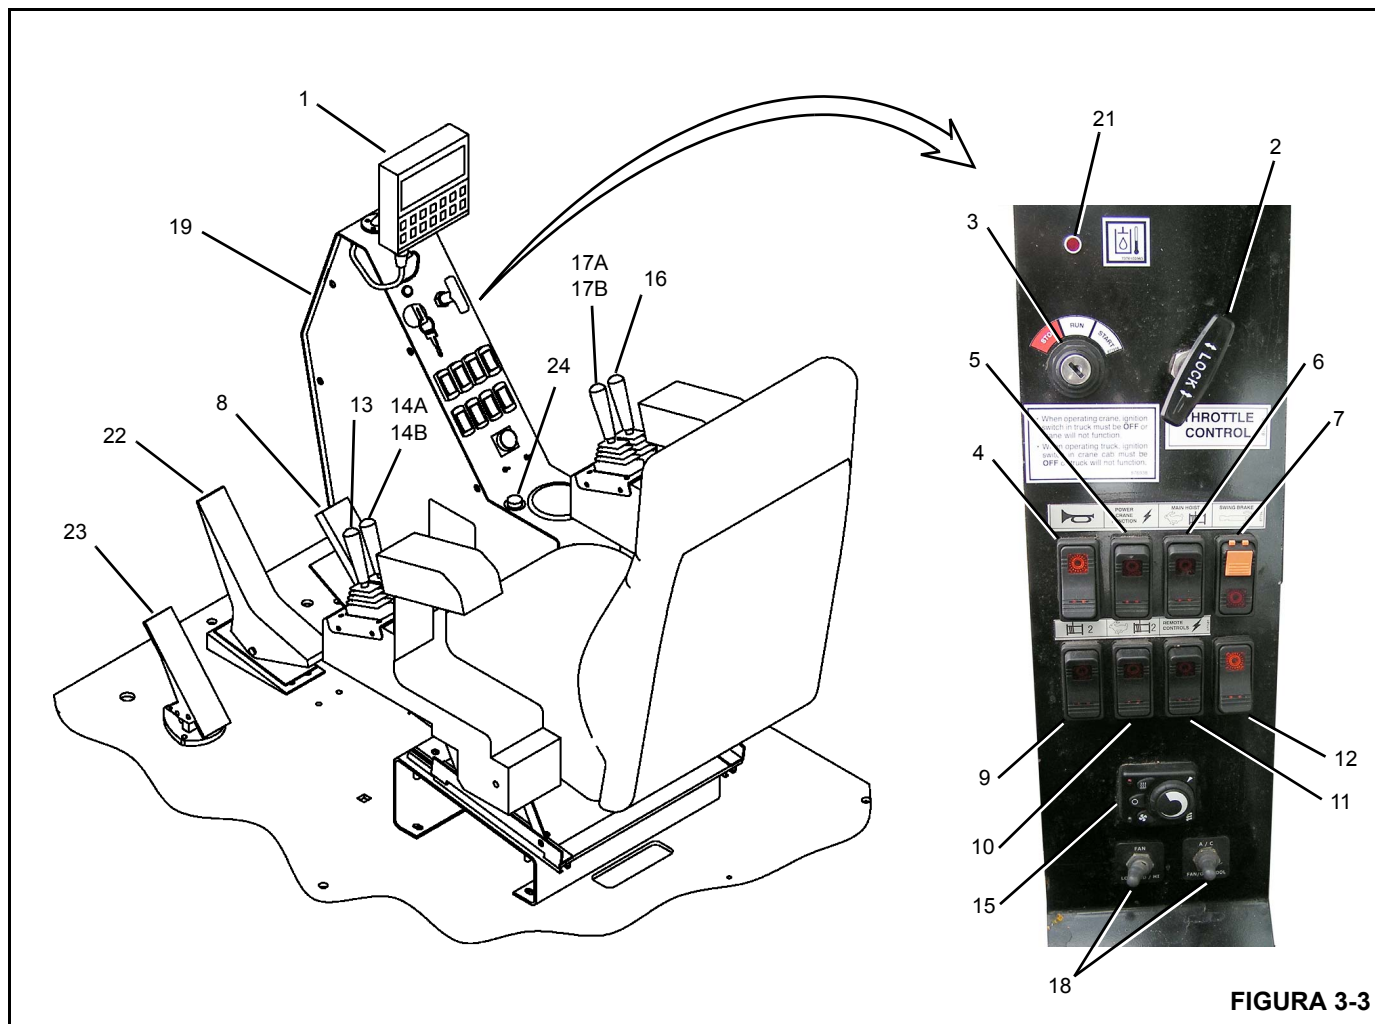

FIGURA 3-3
O indicador de nível secundário opcional está localizado na cabine do guindaste (24) (Figura 3-3) e é instalado quando o controle manual opcional dos estabilizadores para a cabine do guindaste é adquirido.
Os controles do guindaste estão localizados na cabine do guindaste e são usados para todas as funções deste. Consulte na Figura 3-3 a identificação do número do item (nº.) da cabine do guindaste. Para obter a melhor resposta do controle, o motor deve funcionar na rotação determinada ao operar o guindaste.
Os controles climáticos da cabine (15, 18) (Figura 3-3) são usados para ajustar o aquecimento e o ar-condicionado visando o conforto do operador.